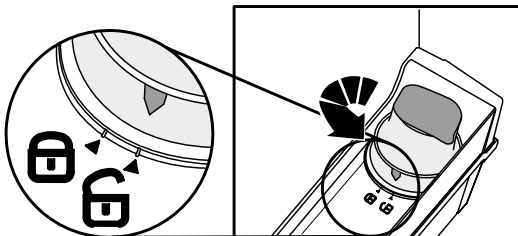

Fig. 3
- Déverrouillez le filtre au complet en tournant dans le sens antihoraire (Fig. 3)
(Vous pouvez suivre la procédure décrite dans la section Activation du filtre au charbon et installation du filtre - Fig. 3, 4, 5, 6, 7, 8).